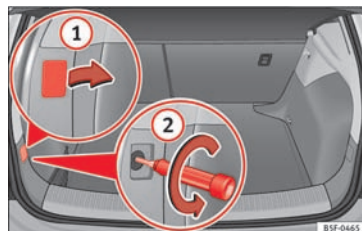

Fig. 115 Bagagerum: monteringssted for skruer til baglygte
- Vip afdækningen ud af udsæringen med den flade del af skruetrækkeren, og fjern afdækningen » **Fig. 115** **①**.
- Løsn skruen, der sidder bagved, ved at dreje skruetrækkeren mod uret (pil) » Fig. 115 ②, og tag den forsigtigt ud.